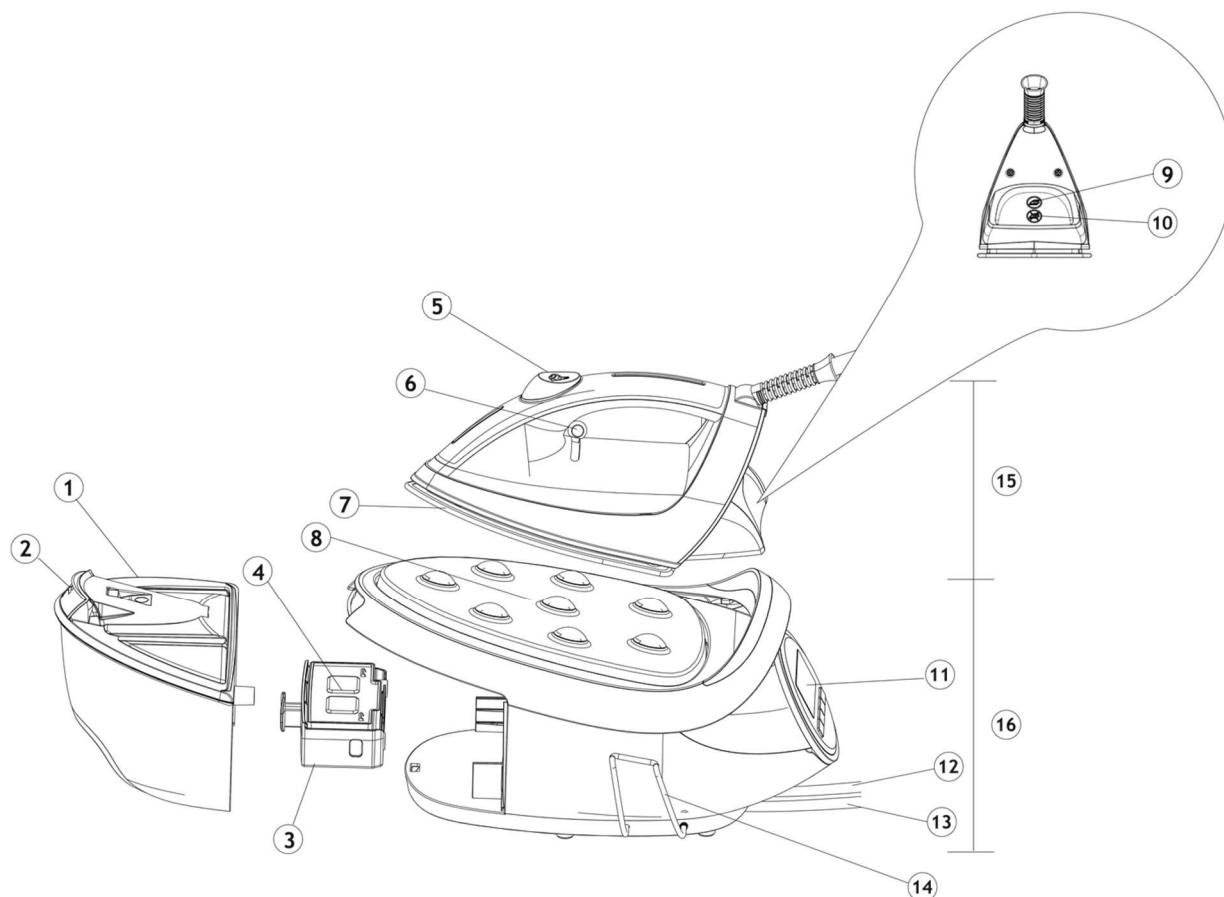

*Рис. 1. Левая сторона: горячие поверхности*
13. Не прикасайтесь к поверхностям, обозначенным символом , во время и после глажки! Горячая поверхность! (См. рис. 1 и 2.)